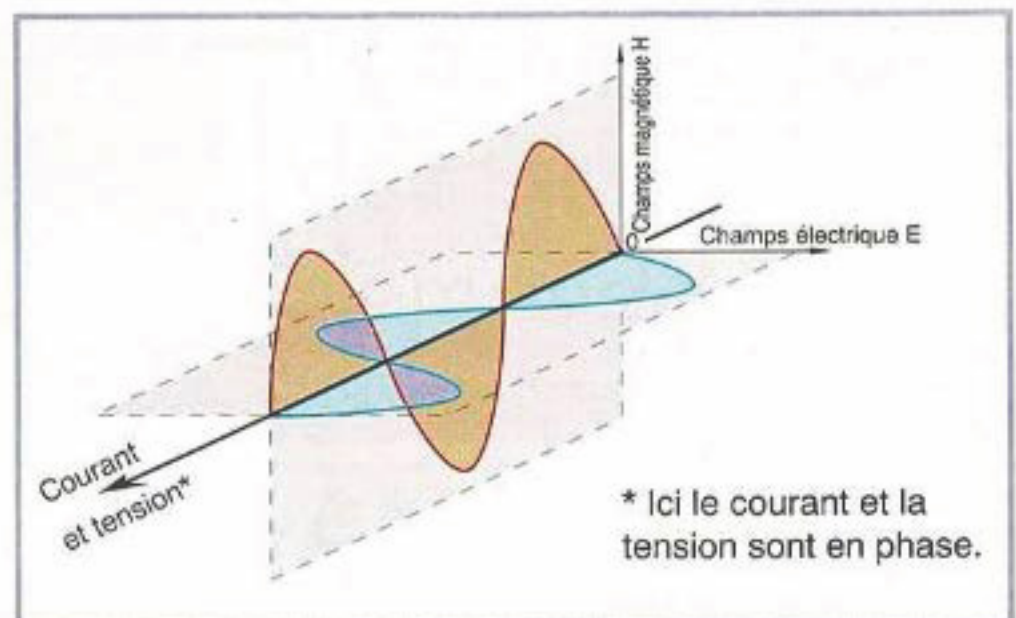

Figure 1. Les deux composantes du champ électromagnétique engendré par un courant alternatif parcourant un conducteur.
Tout courant alternatif parcourant un conducteur engendre dans l'espace autour de ce dernier un champ électromagnétique. Pourquoi ce champ est-il "électromagnétique" ? parce qu'il est formé de deux composantes, autrement dit deux champs de nature différente, l'un, électrique (E) est créé par la tension, l'autre magnétique (H) est créé par le courant. **Ces deux champs sont perpendiculaires au courant, donc au conducteur, et perpendiculaires entre eux** suivant la loi de Maxwell. C'est cette notion de champs perpendiculaires qu'il est difficile de se représenter et la figure 1 ne vous la donne que sur en deux plans (ou deux tranches) passant en un point O du conducteur. Pour bien faire, il nous aurait fallu faire une démonstration animée en trois